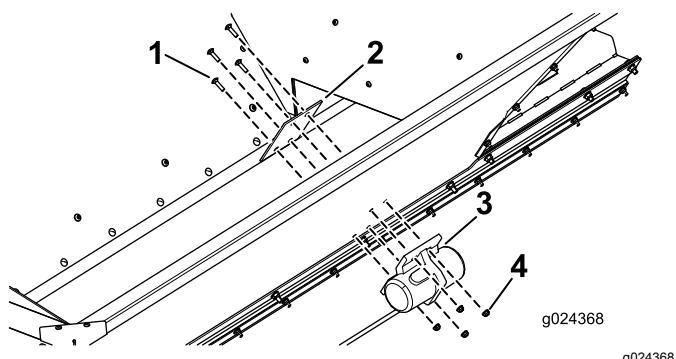

Figura 19
2. Prenda a placa de montagem e o vibrador no veículo com quatro parafusos de carroçaria e quatro porcas como se mostra na Figura 19.